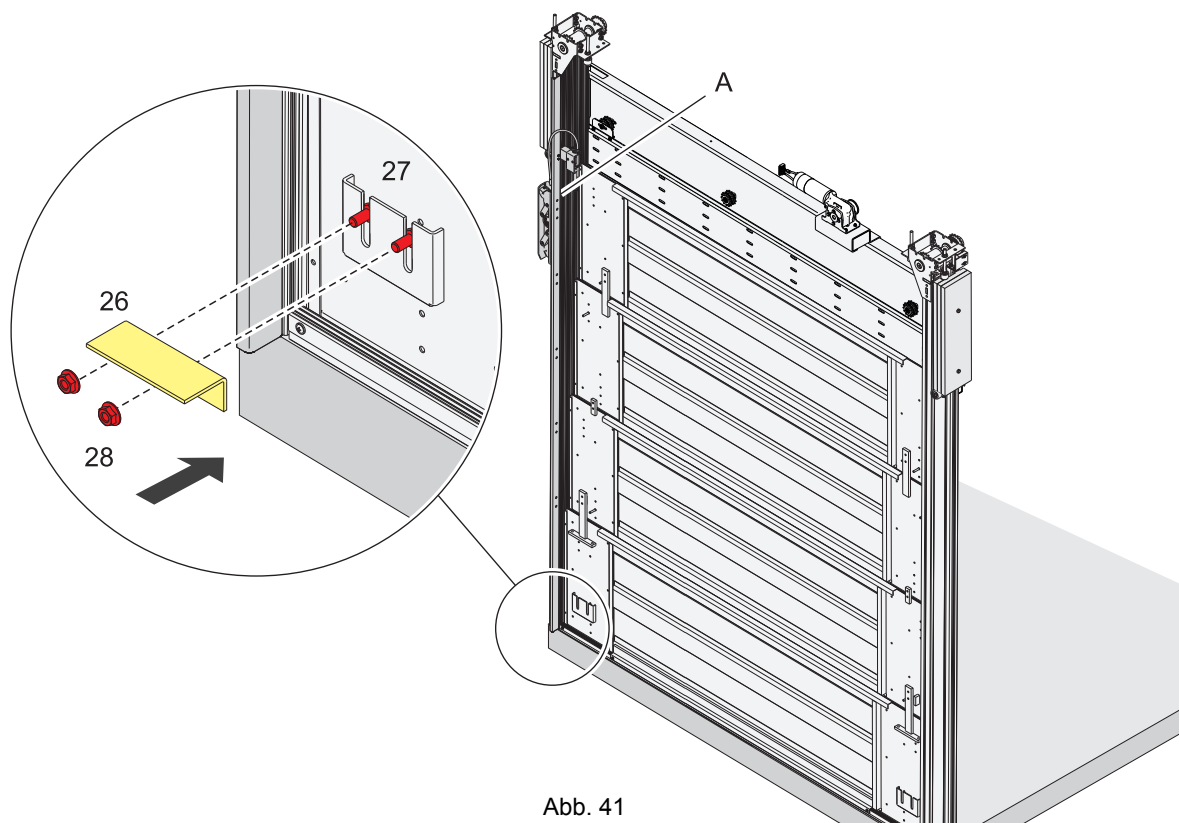

Abb. 41
- Mittels Gummipuffer (18) und Anschlagswinkel (26) den maximalen Hub (A) der Betätigung (25) auf 35 mm einstellen
Befestigung (27, 28 Abb. 41) des Anschlagswinkels (26) festziehen